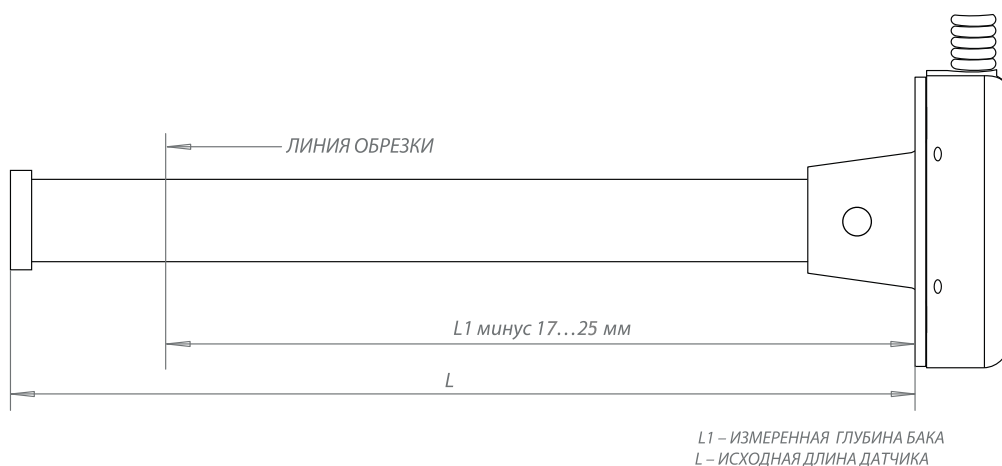

Рис.9. Обрезка измерительной части TKLS при использовании пружинного донного упора
- Измерительные трубки TKLS необходимо обрезать на величину глубины бака минус 17...25 мм (**Рис.9**). Этот отступ необходим для сжатия пружины донного упора, достаточного для фиксации трубок датчика. Также чрезмерное сжатие пружины может затруднить попадание топлива в измерительные трубки при эксплуатации TKLS.